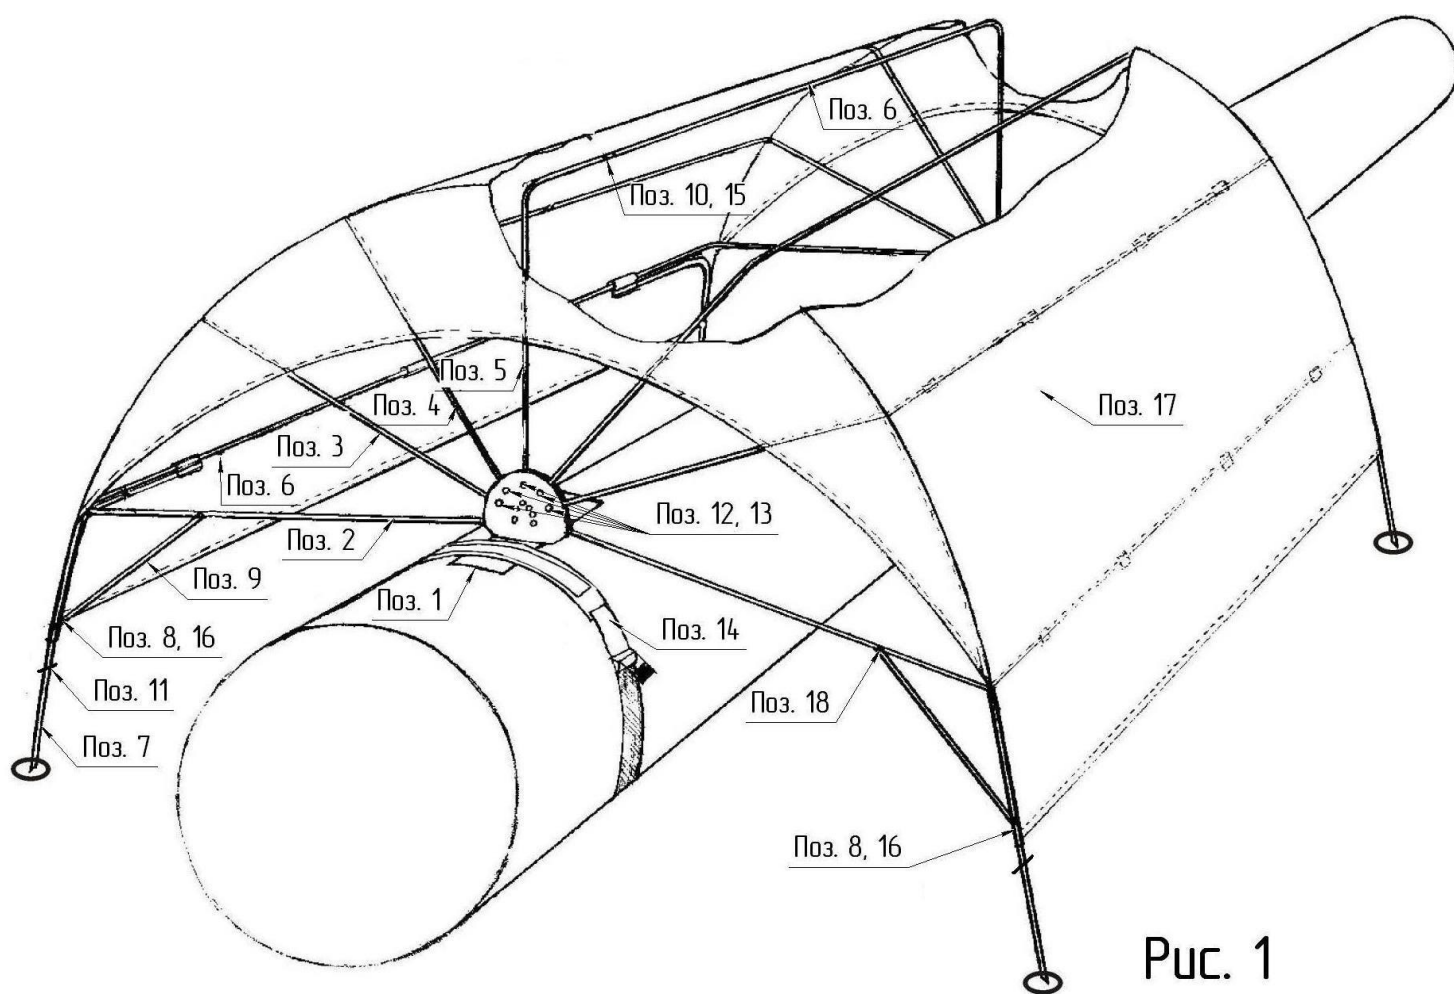

Рис. 1
Устройство каркаса палатки показано на рис.1, номера позиций на рисунке соответствуют порядковым номерам табл.1.
1. Собрать левую и правую подборку между собой с помощью прямых штанг поз.6 (7шт) согласно рис.1.